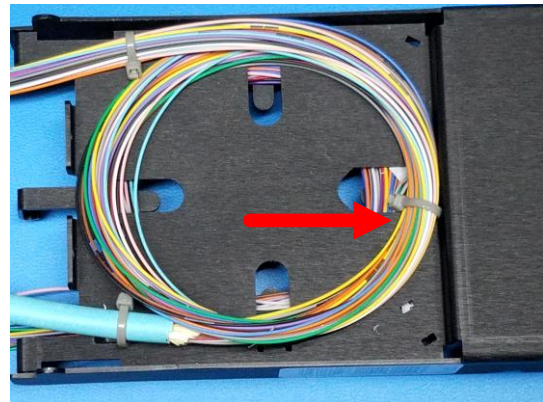

Figura 9
- 4.3 Instale nuevamente el cable troncal en el punto de sujeción de la entrada y sujete el bucle de servicio tal como se indica en los pasos 3.7 y 3.8. Coloque una abrazadera de unión adicional en la parte frontal del almacenamiento tal como se muestra en la **Figura 9**. Recorte los extremos de la abrazadera de unión e instale la tapa trasera.